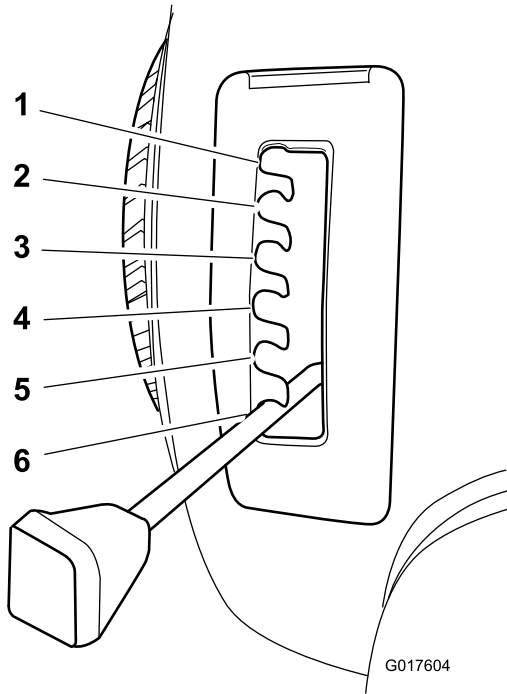

Figura 9
4. Tire de la palanca de ajuste de la altura de corte de la máquina y colóquela en la posición deseada (Figura 9).